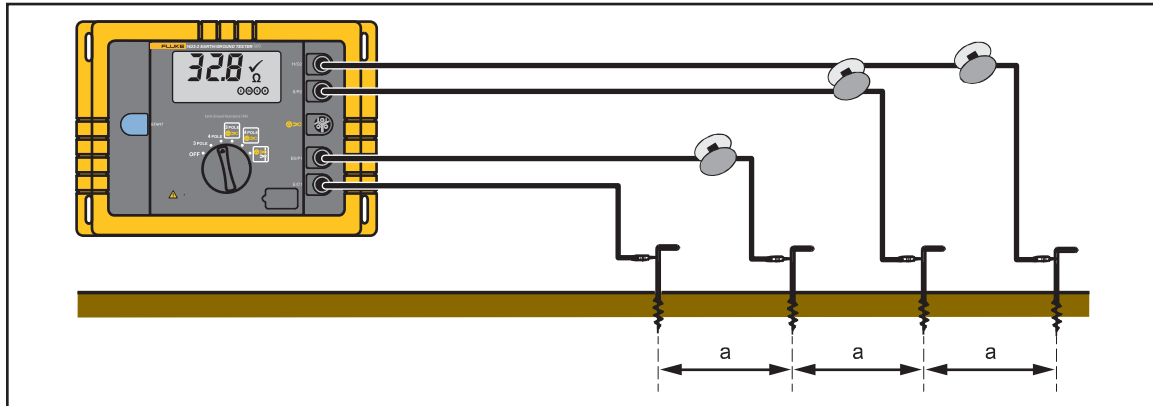

Abbildung 10. Messung des spezifischen Erdwiderstandes
Der spezifische Erdwiderstand ist die geologisch, physikalische Größe, die zur Berechnung von Erdungsanlagen dient. Der in Abbildung 10 dargestellte Messablauf verwendet die von Wenner entwickelte Methode (F. Wenner, A method of measuring earth resistivity; Bull. National Bureau of Standards, Bulletin 12 (4), Paper 258, S 478-496; 1915/16).